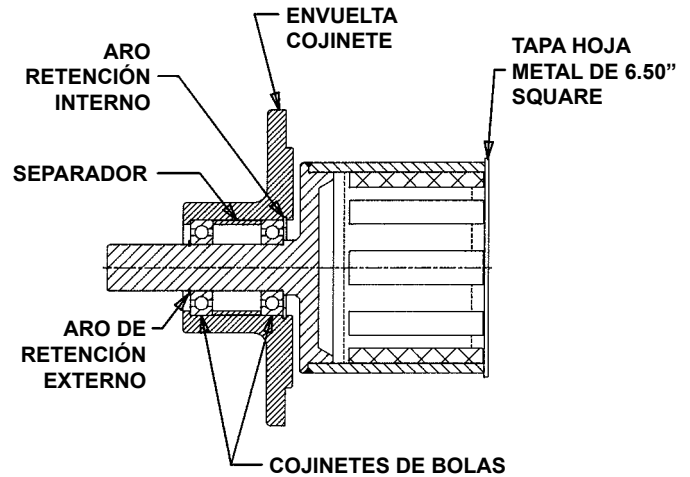

FIGURA 12
1. Ver Figura 12 para identificar la pieza. Cubra la parte abierta del magnetismo exterior con un trozo de metal o cartón. Esto mantendrá alejado cualquier material extraño de la zona de magnetismo. Ponga el ensamble cara abajo con el eje apuntando hacia arriba y retire las perillas manuales.